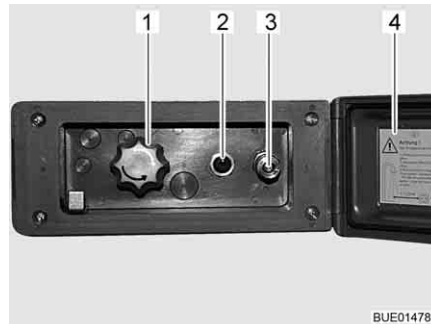

Bild 150 Duschanslutning utsida
- Lås upp och öppna locket (Bild 150,4).
- Anslut ytterduschens slang med snabbkopplingen (Bild 150,3).
- Koppla in vattenpumpen med brytaren (Bild 150,2).
- Ställ in vattentemperaturen enligt önskemål med vredet (Bild 150,1).
- Koppla ur vattenpumpen med brytaren (Bild 150,2).
- Stäng locket (Bild 150,4) och lås det med nyckeln.
- Ställ vredet (Bild 150,1) på mittläget.